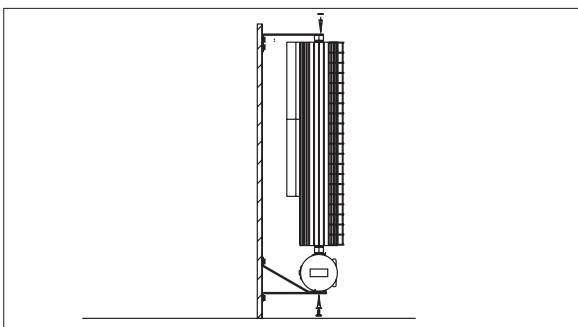
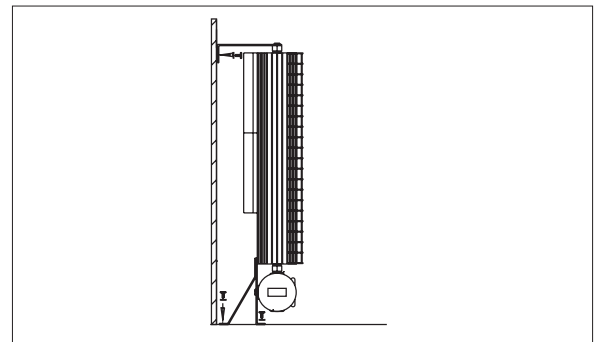

Figure 5 – Fixation du radiateur aux supports de montage
Figure 8 – Fixation du radiateur au sol et sur le mur
Étape 3: Fixer la partie inférieure du radiateur aux supports de fixation murale à l'aide des boulons 1/4 - 20 à tête hexagonale et des rondelles d'arrêt fournis (Figure 5).
Étape 3: Lever la partie supérieure de l'unité et placer le radiateur en position verticale contre le mur. Fixer les supports de fixation et de stabilisation sur la surface de montage (Figure 8).
Afin d'assurer une utilisation sécuritaire, le radiateur doit être installé comme illustré dans les Figure 5 et Figure 8. Une installation où les ailettes ne sont pas dans la bonne orientation pourrait causer une situation dangereuse (voir le Tableau 1, page 14).